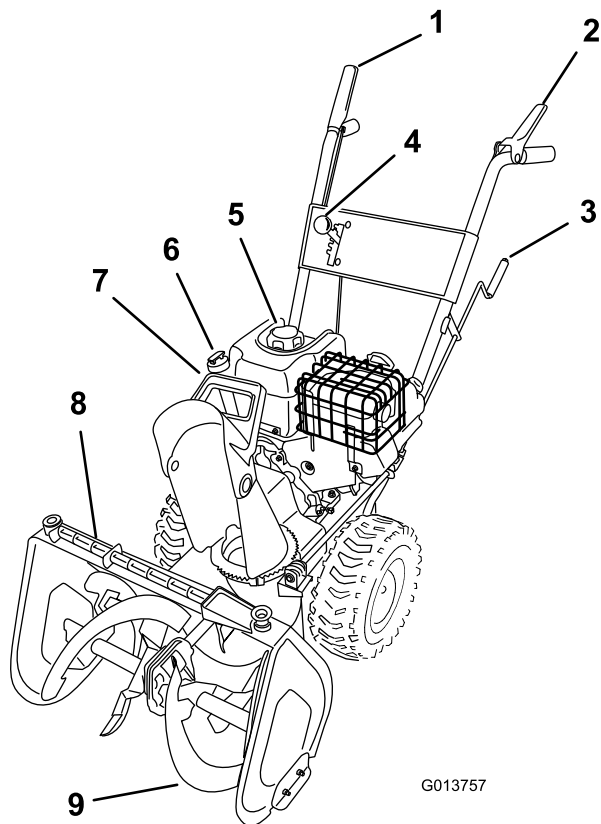

Figure 14
4. Sélectionnez la troisième vitesse (Figure 14).